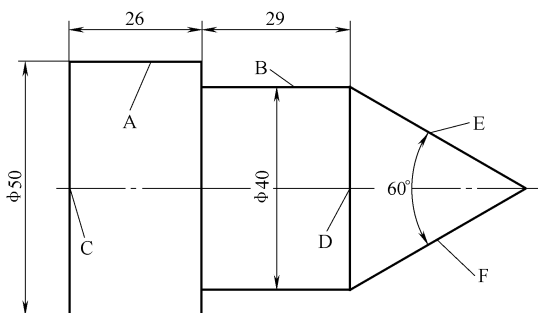
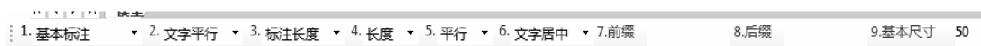

图 5-6 尺寸标注实例
图 5-7 标注长度立即菜单
【例 5-1】 为图 5-6 标注尺寸。
1) 根据图 5-6 所示的尺寸绘制出图形，单击尺寸标注按钮，在弹出的立即菜单中按照如图 5-7 所示进行选择。